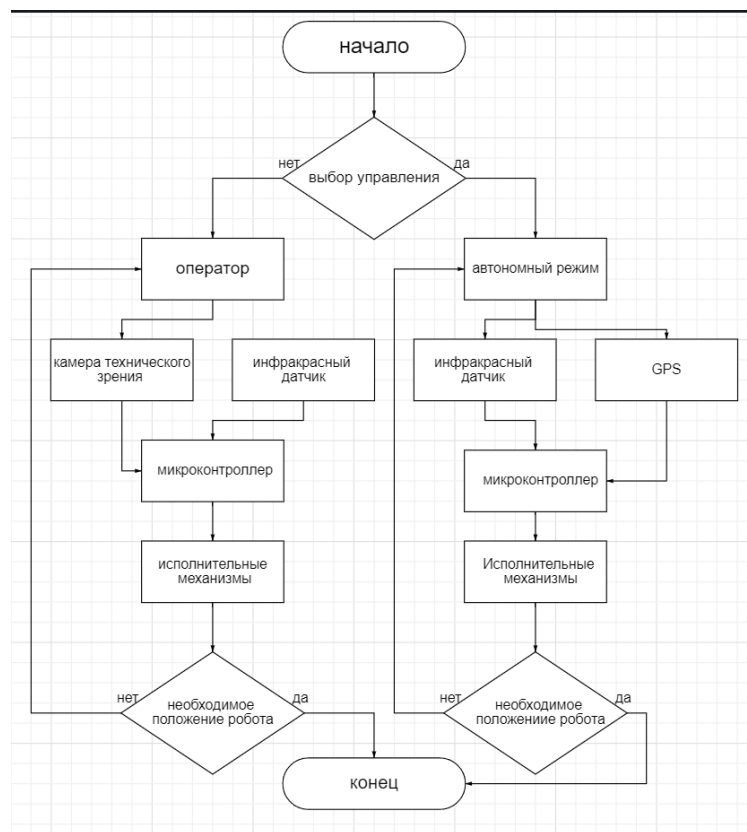

Рис.2. Блок-схема алгоритма управления антропоморфным роботом.
2. researchgate.net [Электронный ресурс]. – Электронные данные. – Режим доступа: https://www.researchgate.net/figure/Sharp-2Y0A21-distance-IR-sensor-17-The-Sharp-IR-Range-sensor-is-the-most-powerful_fig2_328981095